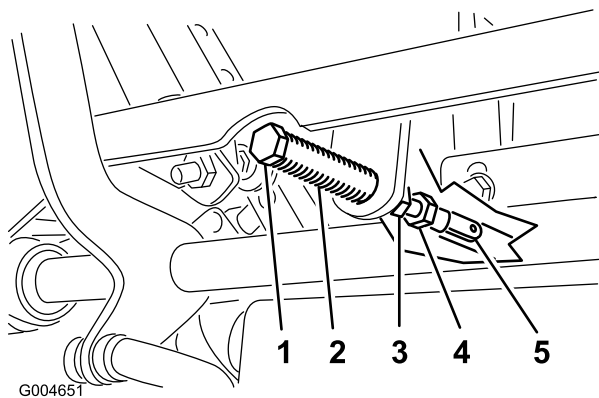

Bild 56
5. Ziehen Sie den Hebel zurück, bis der Lastösenbolzen (am Arm über der Gelenkwelle) das Schlitzende berührt (und soeben Druck auf die Feder ausübt) (Bild 56).